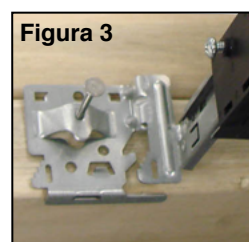

Figura 3
2. Alinee las pestañas en los pies con la parte inferior de la viga, asegurando que las pestañas estén planas y paralelas con la parte inferior de la viga. (Figura 3)